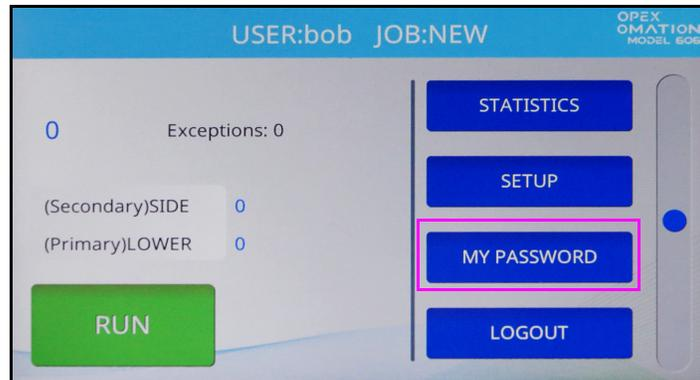

Abbildung 5-15: Hauptbildschirm – MEIN PASSWORT auswählen
1. Drücken Sie nach dem Einloggen auf dem Hauptbildschirm auf **MY PASSWORD (MEIN PASSWORT)** (Abbildung 5-15), um das Passwort des aktuell ausgewählten Benutzers zu ändern.